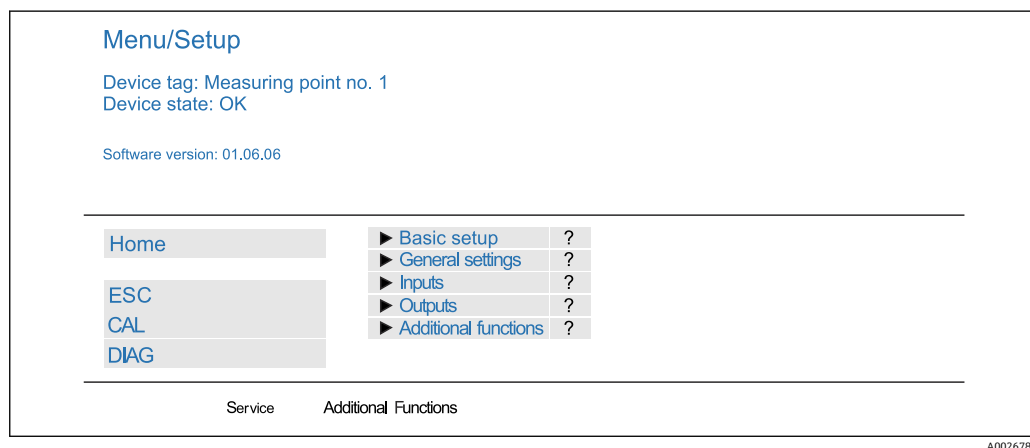

図 73 Web サーバーの例（メニュー/言語 = 英語）
3. ▶**検証結果**（即座に結果を表示して SD カードにエクスポート）または**追加機能**（リミットを下回った場合の追加メニュー→ 図 73）を選択します。